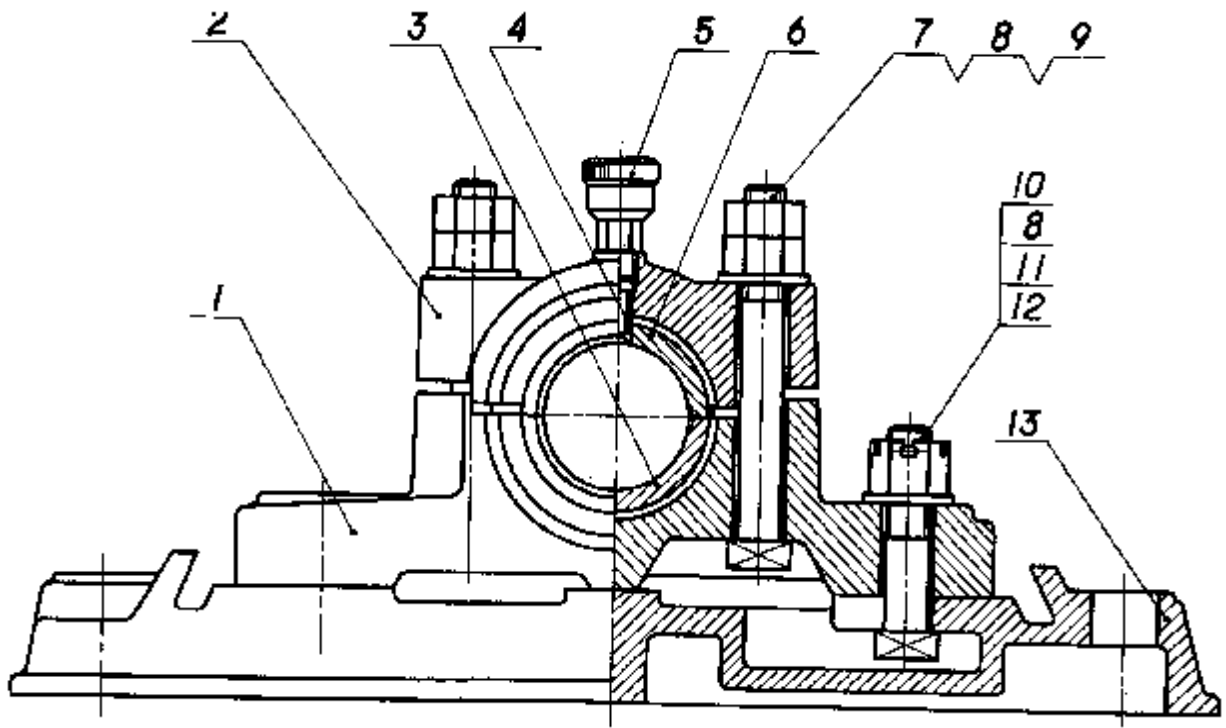

图 4
3.6.1 按顺时针或逆时针方向顺次排列,在整个图上无法连续时,可只在每个水平或垂直方向顺次排列,见图 4。